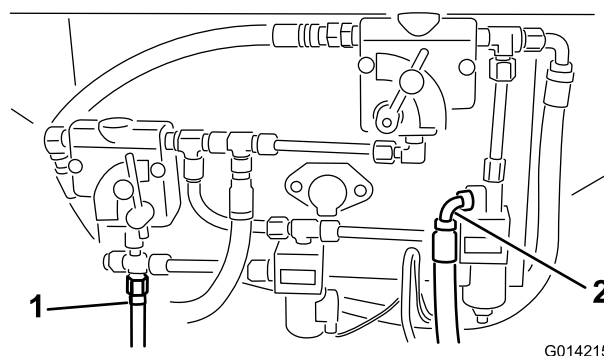
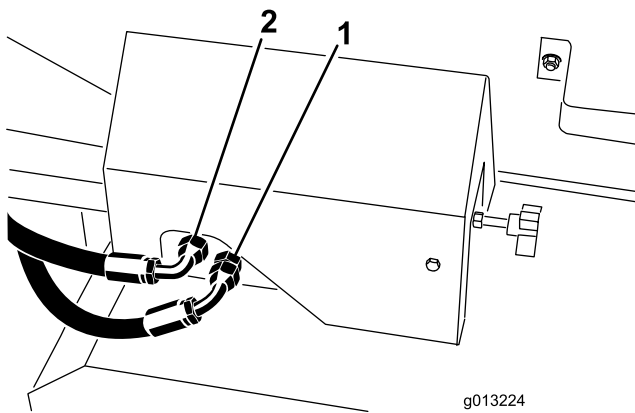
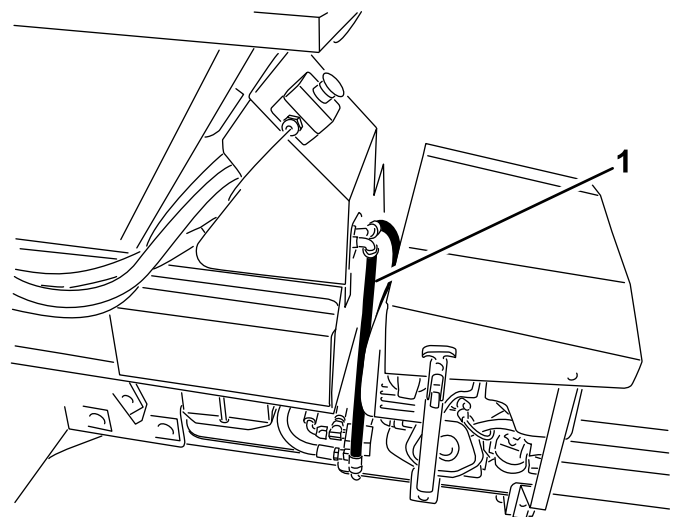
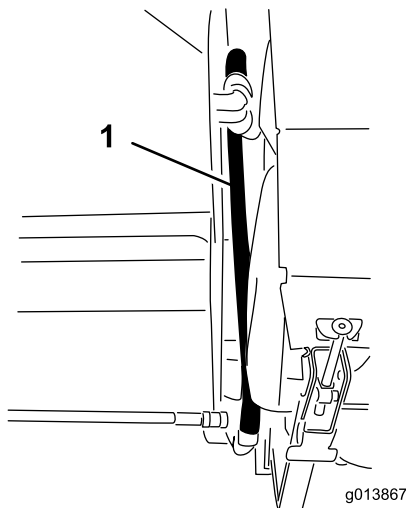

Bild 14
Bild 15
Bild 17
Bild 16
39. Identifizieren Sie die Druck- und Rücklaufanschlüsse am ProPass-Grundmodell. Siehe Bild 14 für SH-Versionen und Bild 15 für EH-Versionen.
40. Wenn der Druck- und Rücklaufschlauch bereits an den Stellen angeschlossen sind, die in Bild 14 und Bild 15 dargestellt sind, entfernen Sie sie.
41. Schließen Sie die Hydraulikschläuche am hydraulischen Bedienfeld an. Siehe Bild 14 und Bild 16 für SH-Versionen und Bild 15 und Bild 17 für EH-Versionen.